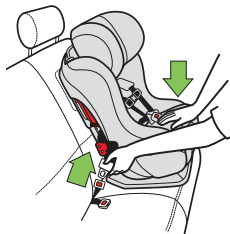

Figure 107
- Presser au centre du siège d'auto pour réduire la tension sur la ceinture du véhicule ce qui aidera à la débouteler plus facilement, tel qu'illustré dans la **Figure 107**.